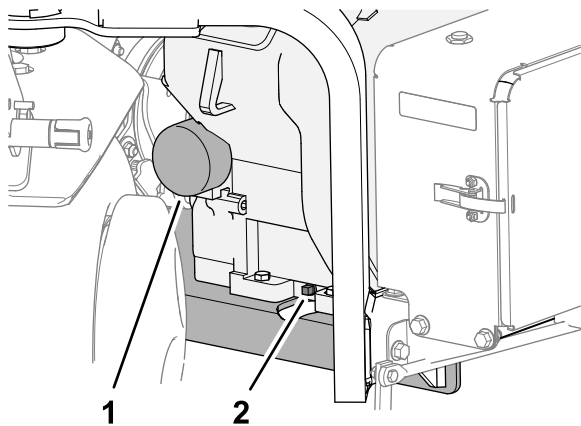

Figura 150
3. Coloque um recipiente por baixo do tampão de escoamento do óleo, e remova o tampão (Figura 150).
1. Coloque um recipiente raso debaixo do filtro e retire o filtro (Figura 150).
6. Enrosque o filtro no adaptador do filtro até que a junta entre em contacto com o adaptador do filtro (Figura 150), e depois aperte o filtro com ½ volta.